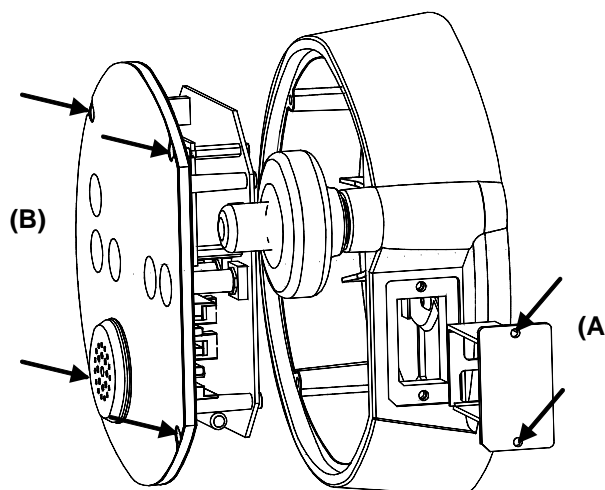

Figure 7-5
- A l'aide de la clé Allen de 2.5 dévisser les 2 vis (A) du porte-pile et tirer le vers l'extérieur, comme indiqué sur la Figure 7-5.
- A l'aide de la clé Allen de 2.5 dévisser les 4 vis (B) du module d'affichage / traitement et retirer le comme indiqué sur la Figure 7-5.